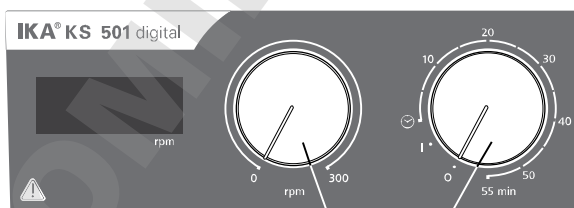

Fig. 3
- ⇒ Du slår på apparatet ved å dreie bryteren „**på/av**“ og „**tidsur**“ (**B**, se **Fig. 3**) med klokken til posisjonen „**1**“.
- ⇒ Du slår på apparatet ved å dreie bryteren „**på/av**“ og „**tidsur**“ (**B**, se **Fig. 3**) med klokken til posisjonen „**0**“.
- ⇒ Still inn motorturtallet med dreiebryteren „**turtall (rpm)**“ (**C**, se **Fig. 3**). Motorturtallet kan justeres fra 0 til 300 opm.